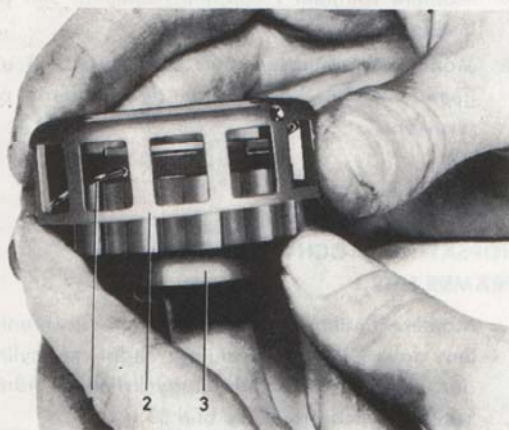
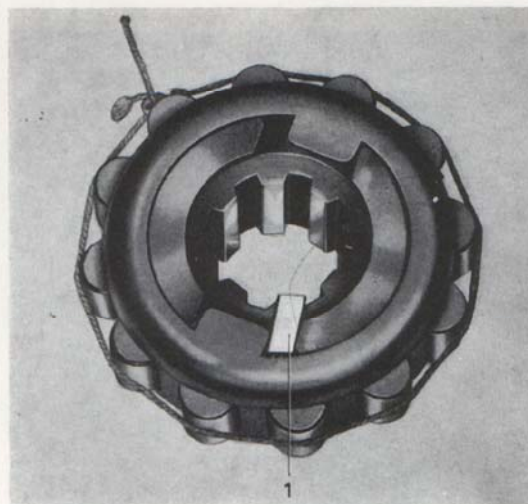

Bild 27. Hopsättning av frihjul, I
Bild 28. Hopsättning av frihjul, II
5. Montera samman frihulets nav, fjäder och rullhållare, se bild 27. Vrid rullhållaren medurs så långt det går och lås den i detta läge med en kil enligt bild 28. Sätt i rullarna. Lägg ett gummi-band eller snöre om rullarna.